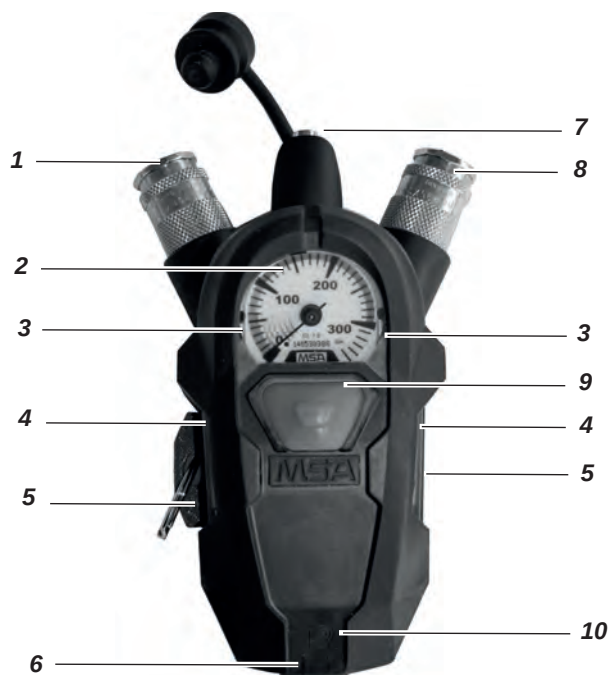

Fig. 1 Overzicht SingleLine SCOUT
De SingleLine SCOUT (zie Fig. 1) is aangesloten op het uiteinde van de SingleLine van een van toepassing zijnde MSA SCBA. Het toestel bestaat uit de manometer (2), de koppeling voor de ademautomaat (8) en eveneens uit een akoestische waarschuwingstoestel (7) (signaalfluitje). Het activeert een continu waarschuwingssignaal wanneer de cilinderdruk daalt onder 55 ± 5 bar. De tweede aansluiting (1) verbindt een tweede ademautomaat (bijv. Reddingskit of RespiHood).